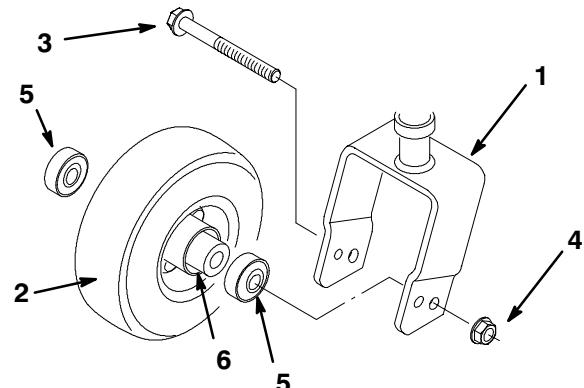

Abbildung 23
- Sicherungsmutter und Kopfschraube entfernen, mit denen das Laufrad in der Laufradgabel befestigt ist (Abb. 23).
- Das Laufrad aus der Gabel nehmen (Abb. 23).
- Das äußere Lager von der Radnabe entfernen und das Lagerabstandsstück herausfallen lassen (Abb. 23).
- Das andere äußere Lager entfernen (Abb. 23).